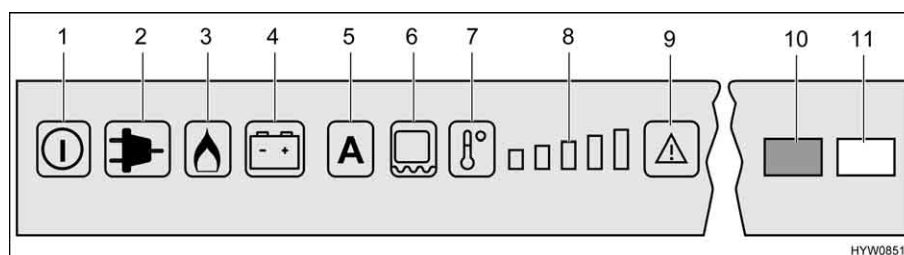

Bild 218 Reglage, knappar för kylskåpet (Dometic RMD)
När väljaren står på "AES", **ingen** 230 V-försörjning är ansluten och fordonsmotorn är **avstängd**, väljer AES gasdrift. När gasdriften väljs öppnas tändsäkringens automatiskt så att gas kan strömma till brännaren. Samtidigt tillkopplas den elektroniska tändaren. Om gaslågan skulle slockna, t. ex. på grund av att det blåser, aktiveras tändaren direkt igen och tänder gasen. Vid en störning under gasdrift blinkar ljusknapparna "Gas" (Bild 218,3) respektive "Störning" (Bild 218,9). Kontrollamporna "Störning" (Bild 218,10) tänds och ett akustiskt larm ljuder i 20 sekunder.
När kylskåpet sätts på väljs automatiskt en termostatinställning i mittläge. Denna inställning kan ändras manuellt med knappen temperaturnivåval (Bild 218,7). Kontrollamporna (Bild 218,8) visar den valda termostatinställningen. Med hjälp av knappen temperaturnivåval ställs kyltemperaturen in för alla tre energikällorna. Det tar alltid några timmar innan man har en normal drifttemperatur i kylskåpet. Om en omkoppling sker till ett andra driftläge förändras termostatinställningen inte. Kyltemperaturen bibehålls oberoende av den valda energikällan.
- Koppla in ramvärmern under 2 timmar: Tryck på knappen (Bild 218,6) en gång. En stapel i temperaturnivåvisningen (Bild 218,8) tänds.
- Koppla in ramvärmern under 5 timmar: Tryck på knappen (Bild 218,6) två gånger. Två staplar i temperaturnivåvisningen (Bild 218,8) tänds.
- Ställa in ramvärmern på kontinuerlig drift: Tryck på knappen (Bild 218,6) tre gånger. Tre staplar i temperaturnivåvisningen (Bild 218,8) tänds.
Temperaturnivåvisningen (Bild 218,8) visar under några sekunder ramvärmerns driftslängd.
Vid höga utetemperaturer och hög luftfuktighet kan det bildas vattendroppar på metallramen. Därför har kylskåpet ramvärme för frysacket. Slå på ramvärmern med knappen (Bild 218,6) vid höga temperaturer och hög luftfuktighet. Detta förhindrar korrosion. När ramvärmern är påslagen tänds ljuslampan (Bild 218,6).
- Tryck på på/av-knappen (Bild 218,1) i cirka 2 sekunder. Kylskåpet slår på sig, den senast inställda energisorten eller "AES" indikeras.
- Ställ in kyltemperaturen med knappen temperaturnivåval (Bild 218,7). Kontrolllamporna (Bild 218,8) visar den valda termostatinställningen.
- Tryck på på/av-knappen (Bild 218,1) i cirka 2 sekunder. Kylskåpet slår från, inga indikatorer lyser längre.